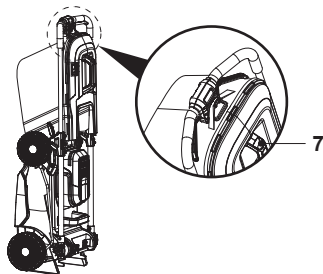

Fig. 25
8. Il est recommandé de ranger la tondeuse à gazon avec le bac de ramassage (7) accroché à la tondeuse et l'obturateur mulching (23) installé dans la tondeuse (Fig. 25).